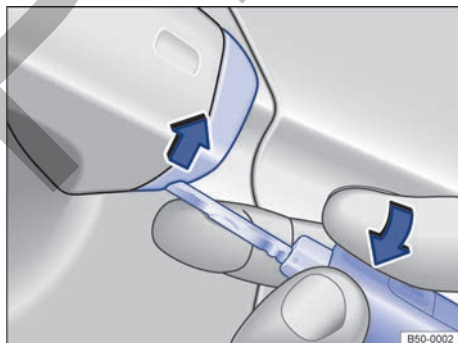

Fig. 57 Manilla de la puerta del conductor: desprender la caperuzita haciendo palanca.
- Desprenda la caperuza haciendo palanca con la llave en el sentido de la flecha → fig. 57.